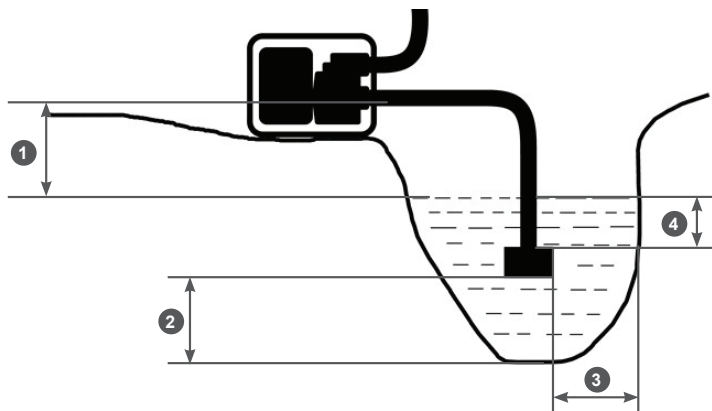

Рис. 12. Расположение мотопомпы и всасывающего фильтра
1. Установите мотопомпу вблизи водоема (емкости) на твердую ровную горизонтальную поверхность, опустите всасывающий рукав с установленным фильтром в водоем (емкость), обеспечив вертикальное положение фильтра. При расположении всасывающего рукава с установленным фильтром соблюдайте все требования, указанные на Рис. 12.
2. Необходимо установить мотопомпу как можно ближе к источнику воды. Чем меньше высота расположения мотопомпы по отношению к уровню забора воды (Рис. 12 п. 1), тем быстрее происходит всасывание воды и выше производительность насоса.
Не превышайте высоту расположения мотопомпы по отношению к уровню забора воды (Рис. 12 п. 1).
4. В процессе откачивания воды из водоема (емкости) уровень воды в водоеме будет естественным образом понижаться. Если требуемые расстояния (Рис. 12 п. 2, 3, 4) между всасывающим фильтром и стенками, и дном водоема не соблюдаются, откачивание воды следует прекратить.